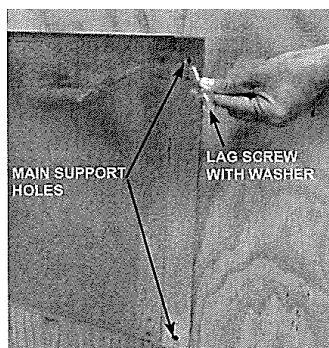

Figura 14
- 3- Taladrar los agujeros guiándose en los orificios principales del soporte (superiores e inferiores). Asegurar los soportes a la pared del edificio utilizando tirafondos de 3/4x4" y arandelas (lag screw with washers). Ajustar los tirafondos y verificar su horizontalidad con un nivel (Figura 14).